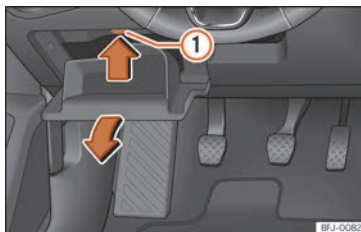

Abb. 102 Auf der Fahrerseite in der Instrumententafel (Linkslenker): Abdeckung des Sicherungskastens.
- Ablagefach auf der Fahrerseite öffnen »» **Abb. 102**.
- Rastnase »» **Abb. 102** (1) in Pfeilrichtung nach oben drücken und gleichzeitig Ablagefach weiter öffnen, bis der Sicherungshalter zugänglich ist.